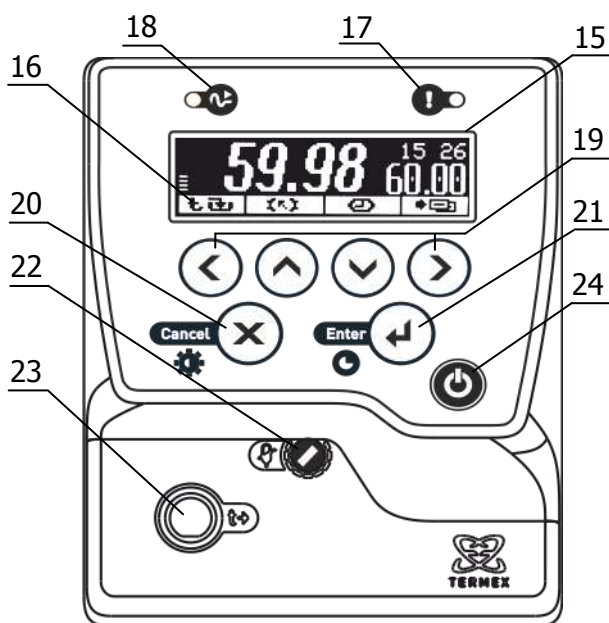

Рисунок 2 – Лицевая панель
Система безопасности блоков регулирования отключает двигатель насоса и нагреватель при срабатывании хотя бы одной из защит или неисправности датчика температуры (1.2.13). При срабатывании системы безопасности раздается звуковой сигнал, загорается индикатор 17 (рисунок 2) и на дисплей 15 выводится информация о причине неисправности.
2.3.1 После подключения сетевого кабеля к электрической сети блок регулирования переходит в режим ожидания. Подключение сопровождается кратковременной подсветкой дисплея 15 (рисунок 2).
2.3.6 Для регулировки яркости подсветки или контраста дисплея нажать кнопку 20 (X), выбрать изменяемый параметр кнопками (▲) и (▼) и установить его значение кнопками (◀) и (▶). Зафиксировать изменение нажатием кнопки 21 (↩) (рисунок 2).
2.5.6 Для выбора уставки в качестве текущей кнопками (▲) и (▼) подвести к ней указатель. Значение отмеченной указателем уставки дублируется крупными цифрами в правой части дисплея. Для подтверждения выбора отмеченной уставки нажать кнопку 21 (↵). Для отмены выбора нажать кнопку 20 (X) (рисунок 2).
2.6.3 При срабатывании защиты раздается звуковой сигнал и загорается красный индикатор срабатывания системы безопасности 17 (рисунок 2). Работа насоса и нагревателя будет заблокирована. На дисплее отобразится текущее состояние системы защит.
2.6.5 После устранения причины срабатывания защиты или ее отключения кнопкой (►) индикатор 17 (рисунок 2) погаснет. Перевести блок регулирования в рабочий режим нажатием кнопки 21 (◄).